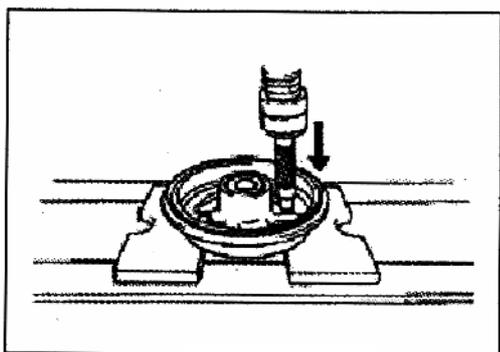

Рис. 593
- 1) Установите новые болты в отверстия ступицы и плавно их заверните. Резьба болтов должна совпасть с резьбой тормозного барабана (Рис. 593).